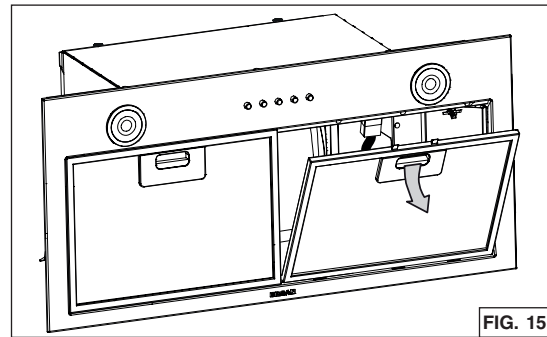

FIG. 15
2. Retirer le(s) filtre(s) à graisses en appuyant sur le loquet et en le(s) basculant vers le bas (FIG. 15). Mettre de côté le(s) filtre(s).